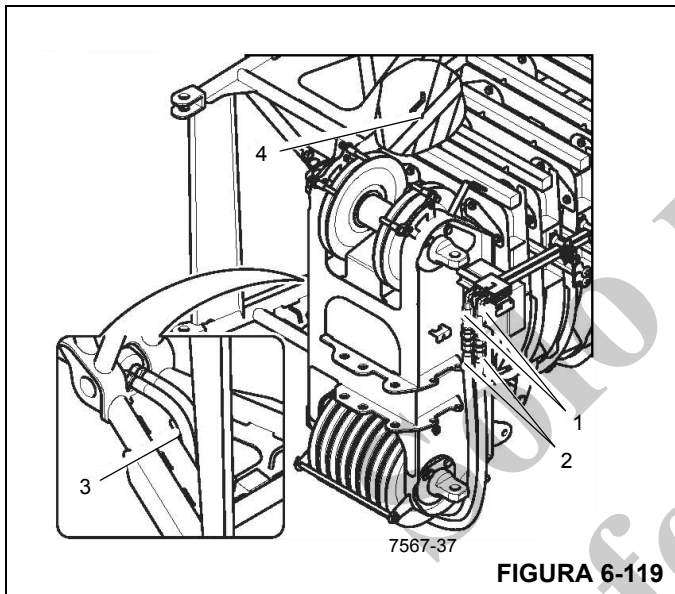

FIGURA 6-119
1. Si es necesario, ponga las conexiones (1) (Figura 6-119) en la posición para las operaciones de extensión de la pluma.
2. Retire la manguera (2) de la abrazadera (4).
3. Pase las mangueras hacia el lado izquierdo por la abertura inferior (3) en la sección de 35 pies (10.5 m) bajo la cabeza de la pluma.
4. Retire las tapas protectoras de las conexiones (1) y conecte las mangueras (observe el código de color).